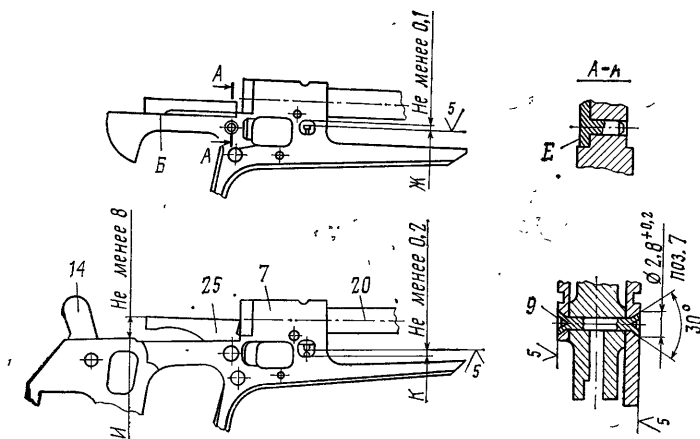

Рис. 40. Подгонка остова и постановка оси курка:
Выступление плоскости *Е* (рис. 40) над рамкой не допускается, а утопание допускается.
Задний конец остова должен прилегать нижней плоскостью *Б* к рамке, на остальных участках должны быть зазоры, при этом между передним концом остова и верхней стенкой гнезда рамки должен быть зазор (размер *Ж* на рис. 40) не менее 0,1 мм.
5.3. При зазоре *Ж* менее 0,1 мм опилить передний выступ остова по рис. 40.
5.4. Поднять вверх до отказа задний конец остова и проверить положение заднего конца остова над рамкой (размер *И* на рис. 40) и зазор между передним концом остова и нижней стенкой гнезда в рамке (размер *К* на рис. 40), который должен быть не менее 0,2 мм.
5.5. При зазоре *К* менее 0,2 мм опилить передний выступ остова по рис. 40.
12.5. Развальцевать оба конца оси курка по рис. 40, не прилагая значительных усилий, и зачистить заподлицо концы оси.